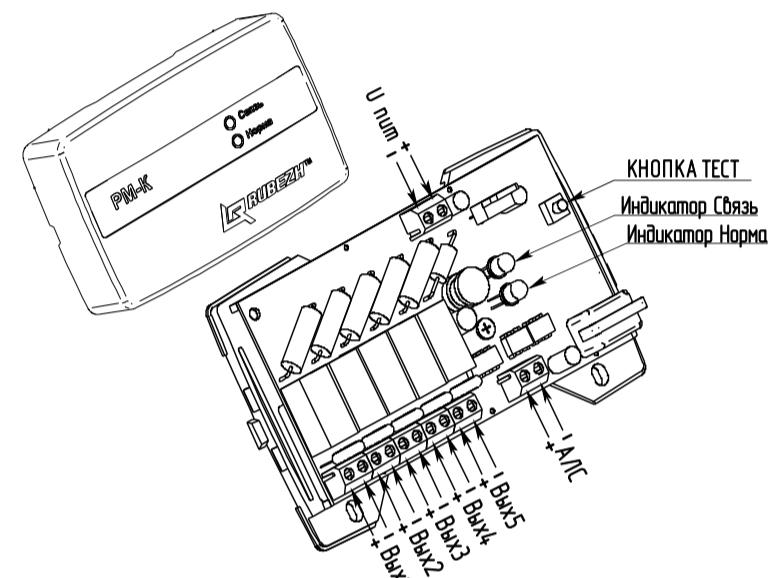

Рисунок 1
5.1 Конструктивно релейные модули выполнены в виде блока, состоящего из пластмассового корпуса (основание и крышка), внутри которого размещена плата с радиоэлементами (Рисунок 1).
7.4 Для конфигурирования релейного модуля, подключенного к АЛС, начальный адрес которого неизвестен, необходимо зайти в меню прибора, выбрать пункт **Настройка (Конфигурация)** => **Сервис** => **Адресация устройств** и нажать кнопку **ТЕСТ** на релейном модуле (Рисунок 1). На экране прибора откроется меню параметров релейного модуля: